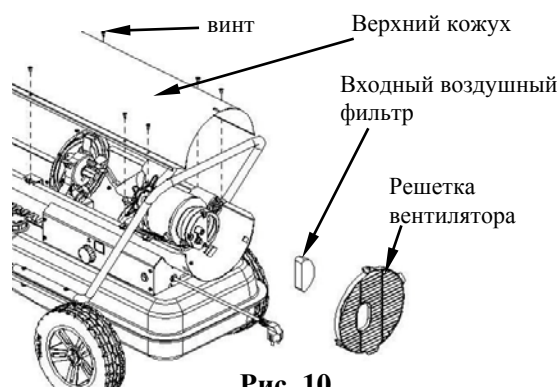

Рис. 10
Промыть в мыльном растворе и просушить после каждых 500 часов эксплуатации или при необходимости (Рис.10).
- Снять верхний кожух (рис. 10)
- Снять вентилятор (рис. 10)